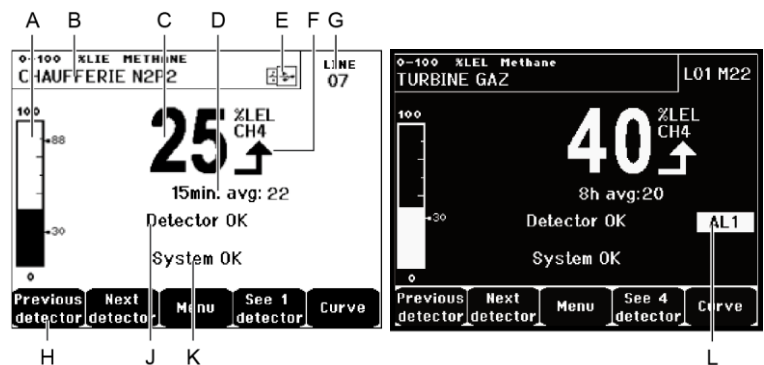

Figura 44: Esempio di un display di misurazione in modalità normale e video in negativo.
- **See 1 detector (Visualizza 1 rilevatore)**: Visualizzazione in modalità normale (Figura 44).
L. Zona d'indicazione degli allarmi attivati con visualizzazione lampeggiante della soglia. La schermata si modifica in video in negativo (Figura 44, schermata a destra).